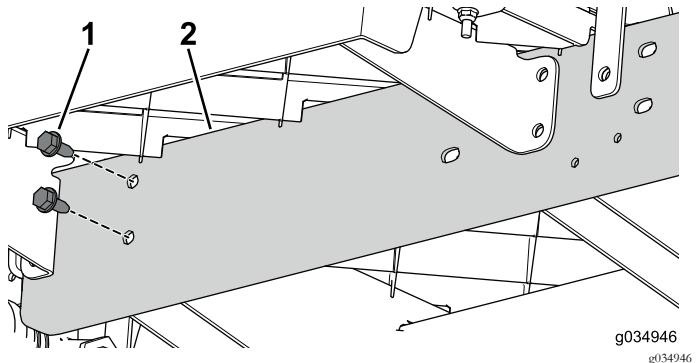

Figura 75
6. Utilize os dois parafusos (5/16 x ¾ pol.) para instalar sem apertar a calha de extensão para o canal central para a secção dianteira da máquina (Figura 75).